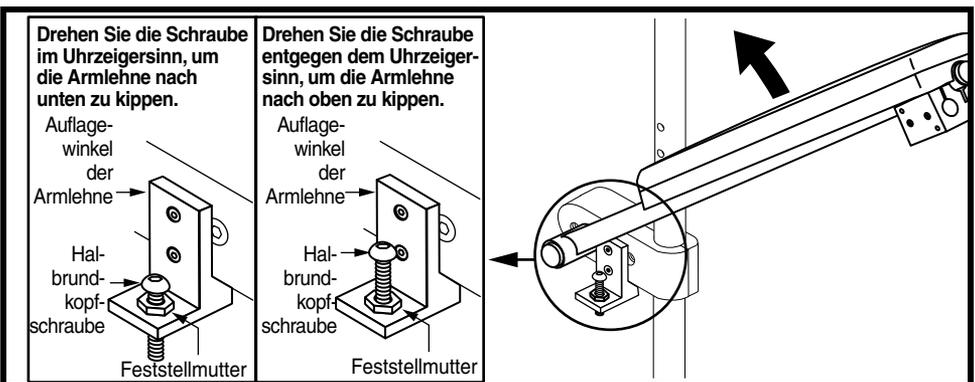

Abbildung 20. Anpassung des Winkels bei hochklappbaren Armlehnen
2. Lösen Sie die Feststelmutter, die sich am Auflegewinkel der Armlehne befindet. **Siehe Abbildung 20.**
4. Ziehen Sie die Feststelmutter an, wenn die Schraube so positioniert ist, dass der gewünschte Winkel erreicht wurde. **Siehe Abbildung 20.**
3. Entfernen Sie die Halbrundkopfschraube und die Feststelmutter aus dem Auflegewinkel der Armlehne. **Siehe Abbildung 20.**
9. Bringen Sie die Halbrundkopfschraube am Aufwinkwinkel der Armlehne an und ziehen Sie sie fest. Ziehen Sie anschließend die Feststummutter an. **Siehe Abbildung 20.**